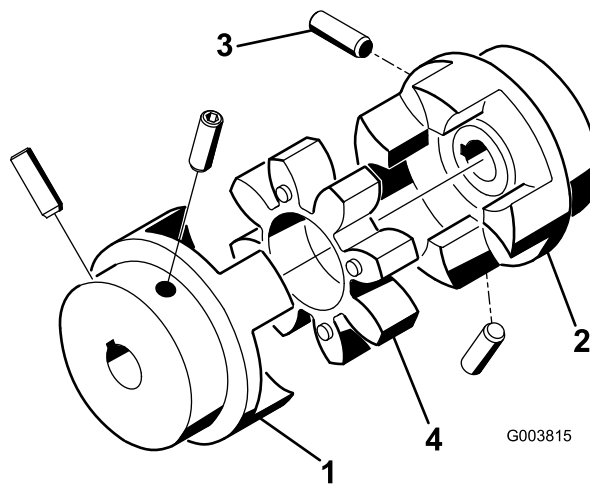

Figura 10
Nota: Accertatevi che l'elemento a stella (Figura 10) non sia inserito nell'accoppiatore.
- Serrate le viti a pressione che fissano gli accoppiatori (Figura 10) degli alberi del motore e della ventola a una coppia compresa tra 6,6 e 9,3 Nm.